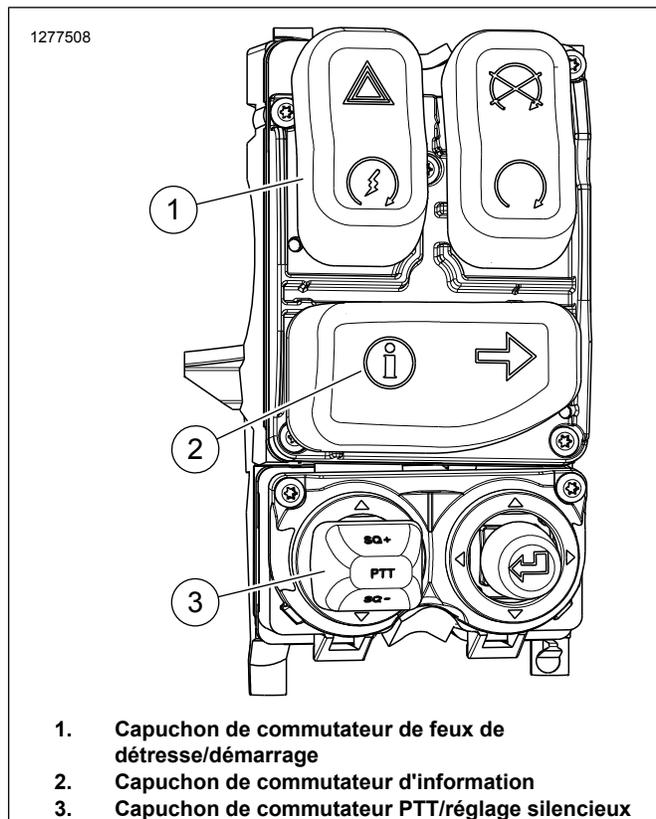

Figure 6. Contrôle arrière droite 2014 et modèles suivants (71500130C)
1. Voir Figure 6 . Remplacer le module de commande droite du guidon par le no de pièce 71500130C. Consulter le manuel d'entretien.
- b. Voir Figure 6 . Enlever l'embout Info (2) du nouveau module de contrôle.
- b. Voir Figure 6 . Enlever l'embout Info (2) et celui du Warning/Start du nouveau module de contrôle.